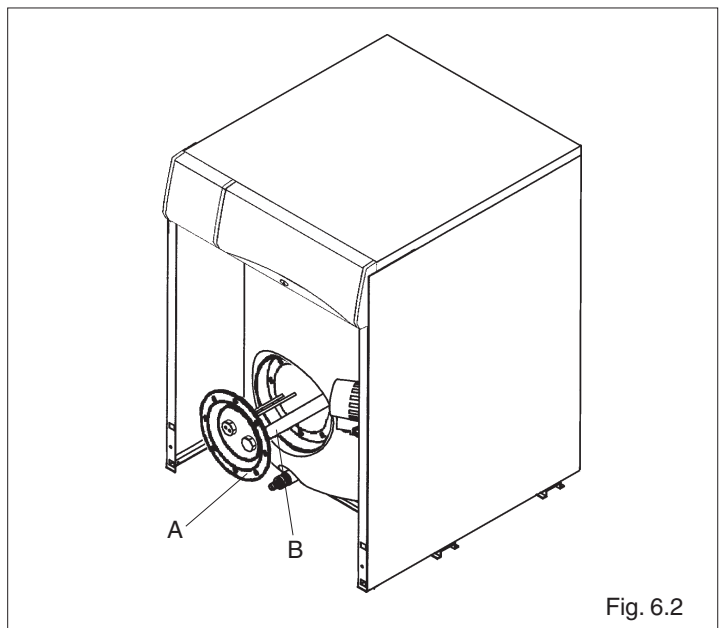

Fig. 6.2
Lo smontaggio della flangia (A) permette l'ispezione, la pulizia interna del bollitore e la verifica dello stato dell'anodo di magnesio (B), (fig. 6.2).